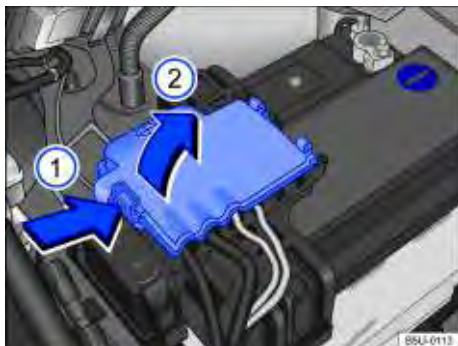

Fig. 190 Compartimento do motor: acesso ao terminal positivo da bateria.
- Abrir a cobertura do polo positivo. Para abrir pressionar a trava no sentido da seta ⇒ **Fig. 190** , rebater a cobertura para o lado no sentido da seta .